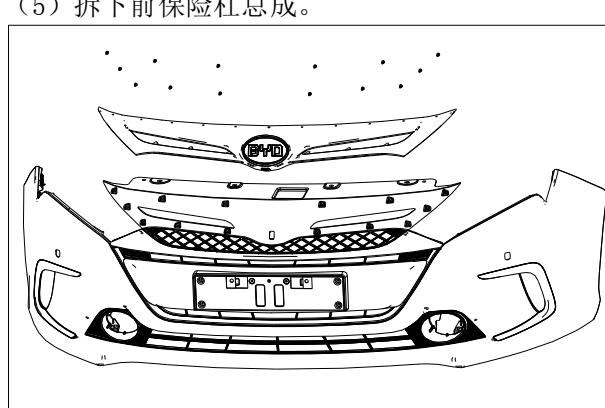

图 1.1.5 前格栅的拆卸
- (1) 拆掉高配前格栅中全景摄像头的接线头。
- (2) 拆下安装在前保险杠网格和前格栅上的 14 个自攻螺钉，如图 1.1.5 所示；取下前格栅。